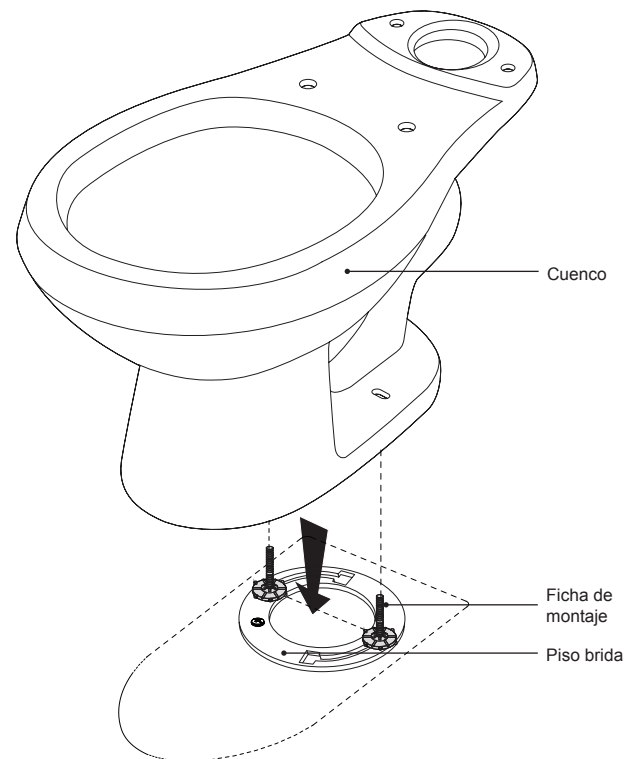

Figura 5
**1** Una persona debe bajar el inodoro, mientras que la segunda persona debe guiar la brida cónica en la abertura de brida del piso (Figura 5).